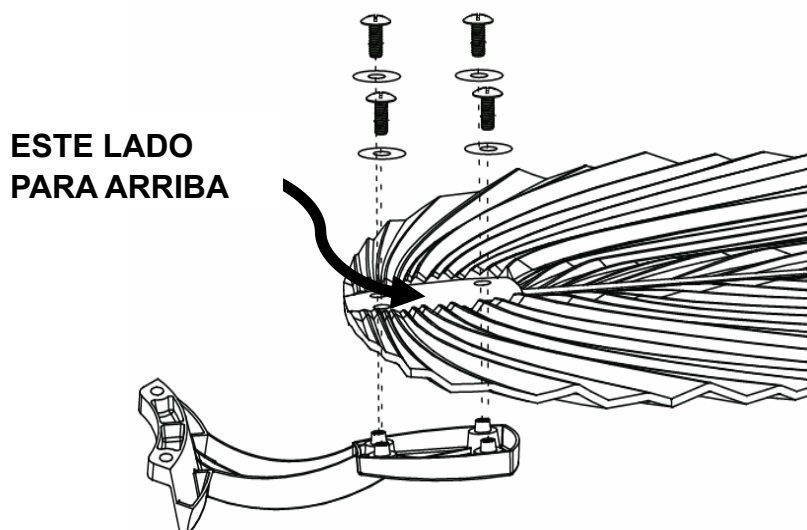

Fig. 9.1
1. Ensamble las aspas del ventilador en el soporte de las aspas del ventilador apretando los 4 tornillos de las aspas y las arandelas. Tenga en cuenta que el lado correcto de las aspas con la marca "ESTE LADO HACIA ARRIBA" esté del lado de la cabeza del tornillo. (Fig. 9.1).